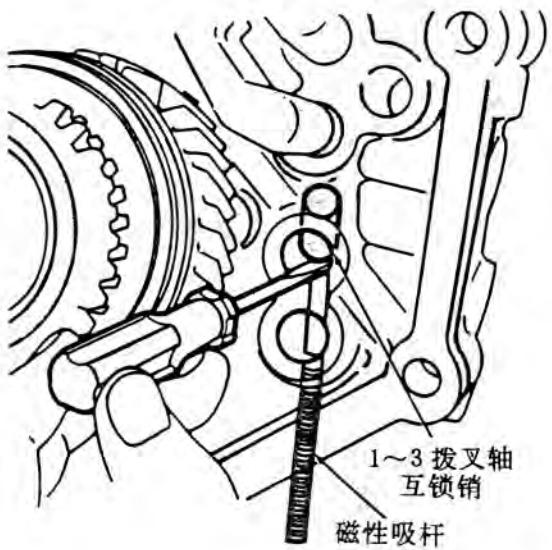

图 81 安装 1# — 3# 拨叉轴互锁销
(9) 在 1# 和 3# 拨叉轴之间安装最大的互锁销(图 81)。